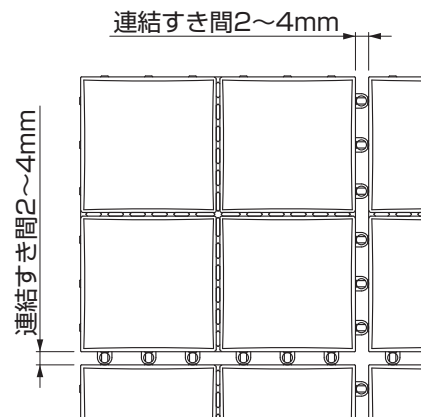

図7-9
- 冬場（気温10℃以下）は連結のすき間を完全に（4mm）あけてください。その他の季節（気温10℃以上）は連結すき間を2mmあけてください。（図7-9参照）